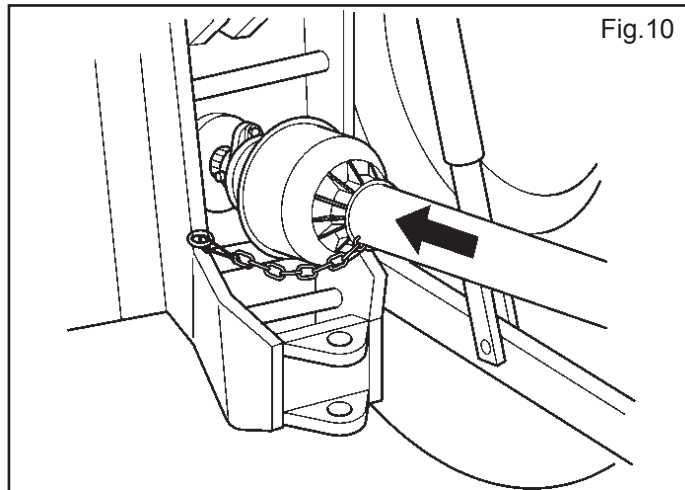

Fig.10
- 5) Die Kardanwelle einkuppeln und sicherstellen, daß sie fest mit der Zapfwelle verbunden ist (Fig.10). Sicherstellen, daß sich der Schutz ohne Behinderung dreht und ihn dann mit der speziellen Kette befestigen.